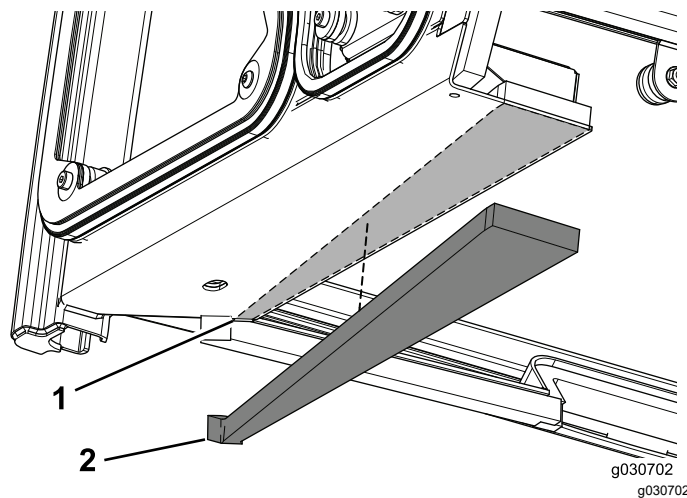

Figura 14
1. Applicare la guarnizione in schiuma sintetica sinistra a circa 3 mm dal bordo della sezione anteriore sinistra della cabina (Figura 14).